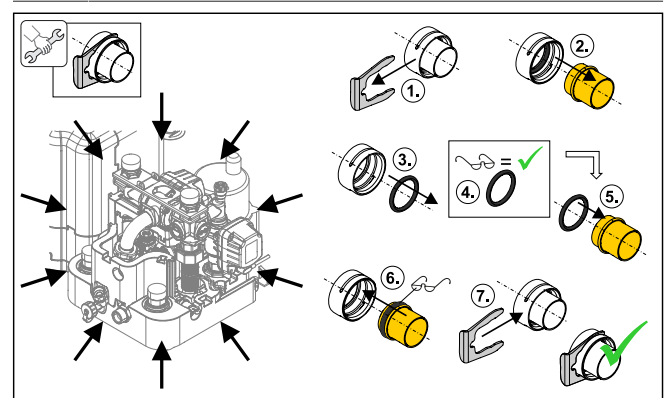

Bild 4-21 Hydraulik-Steckverbindungen
- O-Ringe nach der Demontage bzw. vor der Montage einer Steckverbindung immer auf dem einzusteckenden Teil platzieren (siehe Bild 4-21).